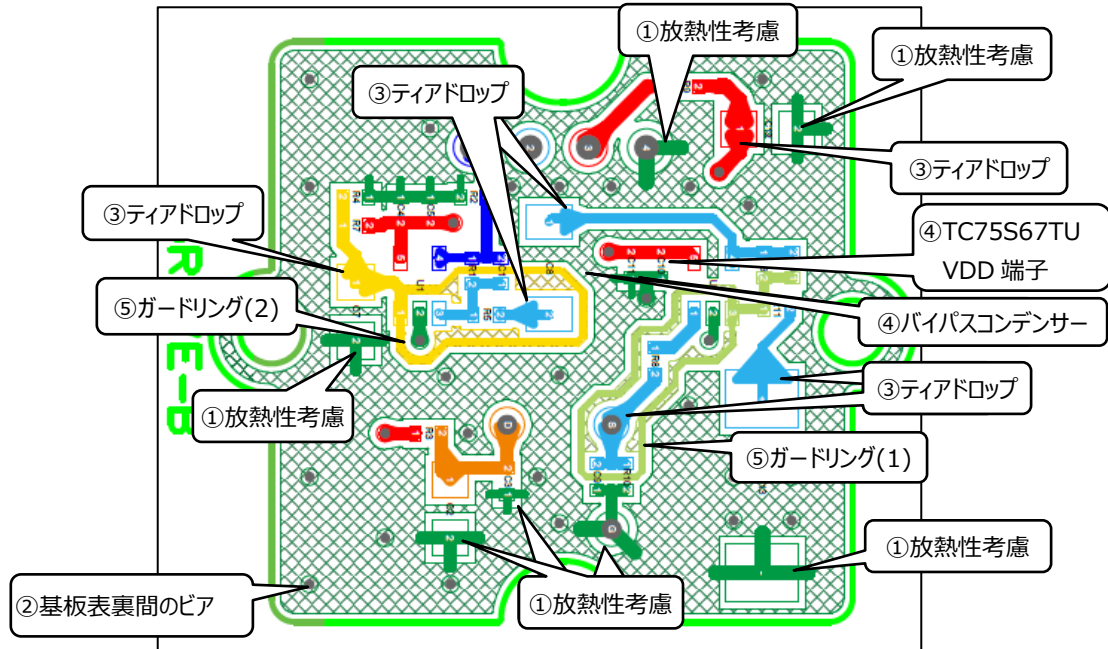
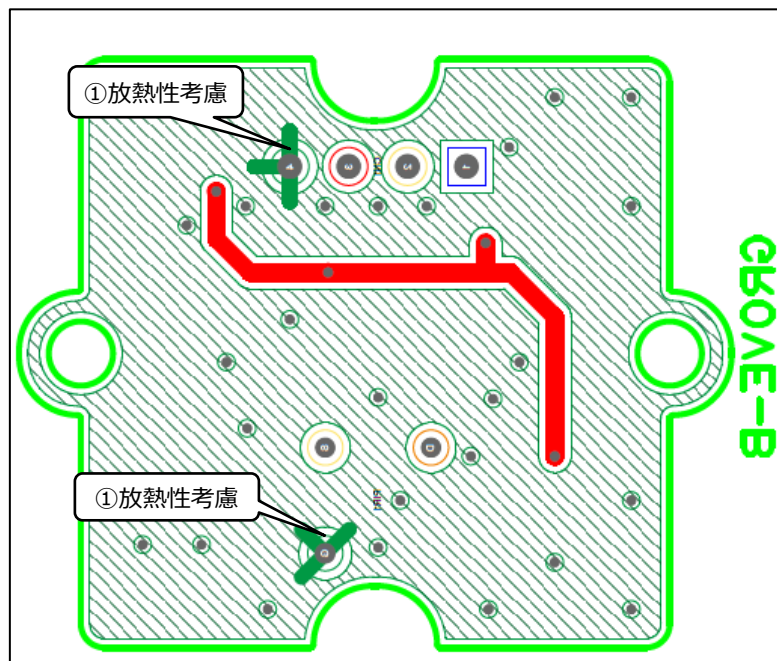

図 3.1 基板表面パターン
図 3.2 基板裏面パターン
本基板は表裏の両面 2 層基板を用いています。図 3.1 におもて面（部品実装面）、図 3.2 にうら面のパターンを示します。
③ ティアドロップ形状 (図 3.1 参照)
④ バイパスコンデンサの位置 (図 3.1 参照)
⑤ ガードリング (図 3.1 参照)